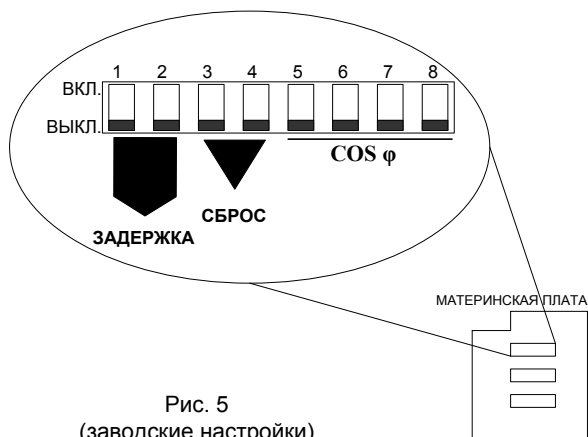

Рис. 5
- Микропереключатели №1 и 2 (см. рис.5 и табл.6) названы "DELAY"(ЗАДЕРЖКА) и используются для установки задержки срабатывания защиты по сухому ходу.
- Микропереключатели №3 и 4 (см. рис.5 и табл.7) названы "RESET"(СБРОС) и используются для установки интервала времени между автоматическим сбросом и следующей попыткой, при условии, что функция попыток автоматического рестарта мотора через определенный интервал времени выбрана на микропереключателе №3 "FUNCTION 1" (см. раздел 6.3).
- 4 микропереключателя №5-8 (см. рис.5 и табл.8) названы "COSφ" и используются для установки предела срабатывания COSφ для защиты при сухом ходе.